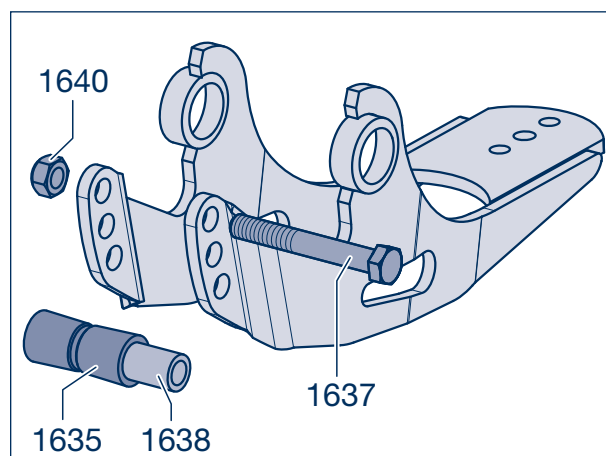

Рисунок 12
- [17] Забить палец уха рессоры до конца кронштейна пневматической подвески. Проследить за тем, чтобы на втулке (1005) в направляющем рычаге (1000) были установлены защитные шайбы (1525) (см. рис. 12 на стр. 36).